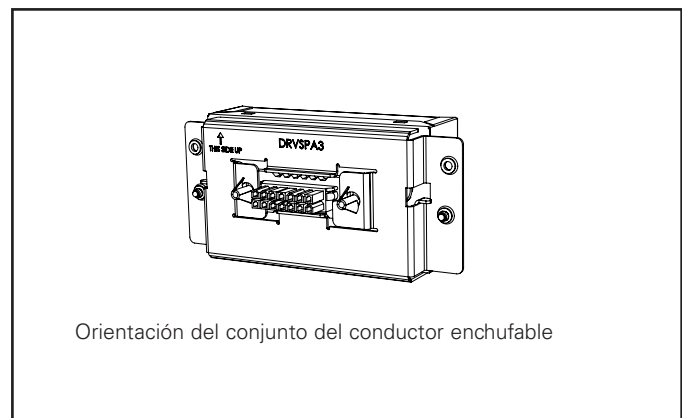

Figura 26
10. Introduzca el nuevo conjunto de la caja del controlador enchufable mientras se asegura de que la flecha INSTALE ESTE EXTREMO HACIA ARRIBA ("INSTALL THIS END UP") apunte hacia arriba (Figura. 26).